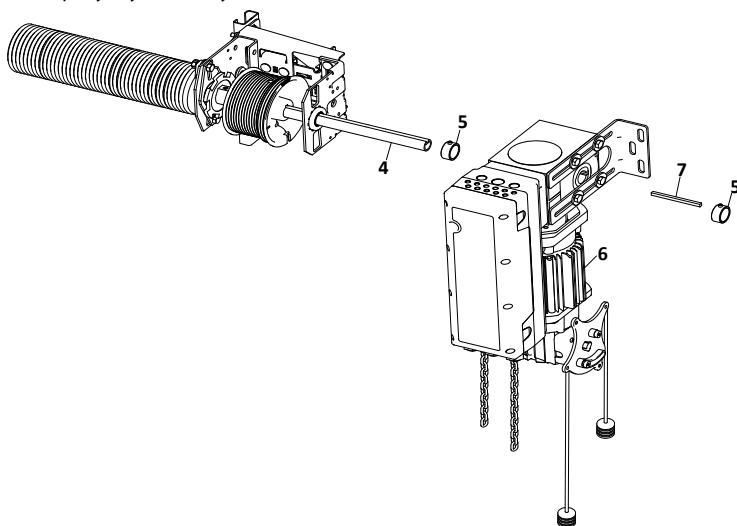

Рисунок 8
6. Для окончательной сборки установите на вал (4) одно стопорное кольцо (5). Затем вставьте привод (6) на вал (4). В зависимости от типа вала (4) (полнотелый или пустотелый) установите требуемую шпонку (7) из комплекта (Рис. 8).